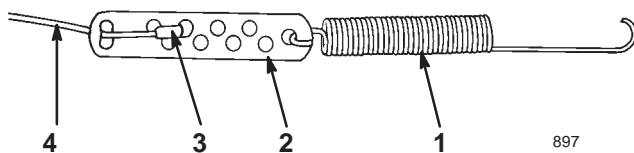

Figure 5
2. Accrocher le ressort dans le trou rond à l'extrémité du réglage de câble (Fig. 5).
3. Fixer l'extrémité du câble au réglage de câble comme illustré à la figure 5.